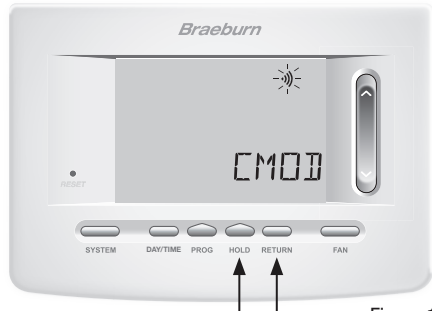

Figure 1
2. Le mot **CMOD** (module de commande) apparaîtra à l'afficheur et le  symbole clignotera (voir Figure 1).